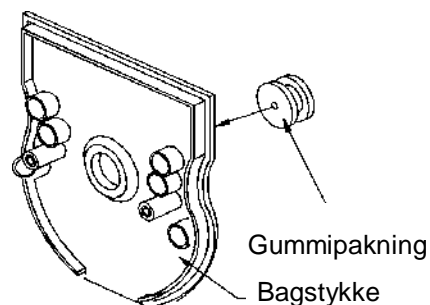

Fig. 7
- (1a) Fjern bagstykket og isæt den medfølgende gumminippel (Fig. 7).